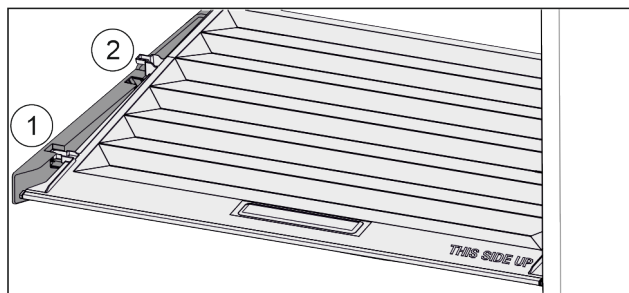

Fig. 161
- ▶ Vytáhněte víko dopředu až k otvoru v přídržných dílech Fig. 161 (1).
- ▶ Vzadu zesopu nadzvedněte a vyjměte směrem nahoru Fig. 161 (2).